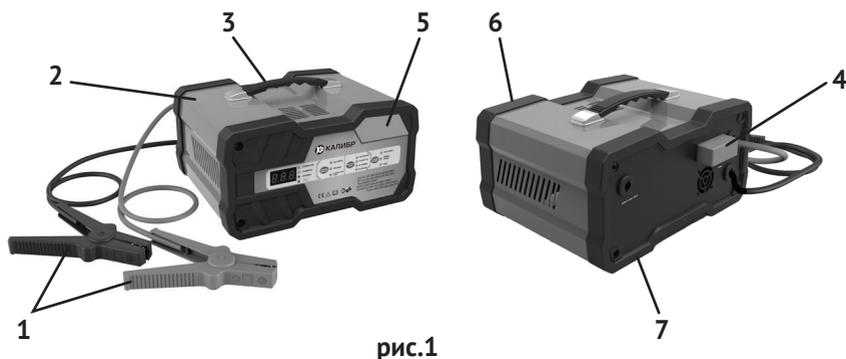

рис.1
1.6 Общий вид ПЗУ представлен на рис.1
1.7 Пуско-зарядное устройство состоит из электрических элементов с инверторным блоком и микропроцессором, преобразующих переменный ток в постоянный и управляющих, в автоматическом режиме, процессами зарядки АБ или запуска двигателя с помощью ПЗУ. Все элементы устройства расположены в металлическом корпусе (рис.1 поз.2), закрытом пластиковыми панелями (рис.1 поз.7 и 8). Элементы управления (сенсорные переключатели) и контроля (трёхразрядный светодиодный дисплей и индикаторы) выведены на панель управления (рис.1 поз.5) на передней панели (рис.1 поз.7) ПЗУ. На задней панели выведены провода (рис.1 поз.1) с зажимами подключения заряжаемой АБ и кабель питания с вилкой для подключения к сети. В верхней части корпуса находится ручка (рис.1 поз.3) для удобства перемещения ПЗУ. Под пластиковой крышкой (рис.1 поз.4) на задней панели (рис.1 поз.8) находится предохранитель (80 А).
- нажав на торцы, снять крышку предохранителя (рис.1 поз.4);